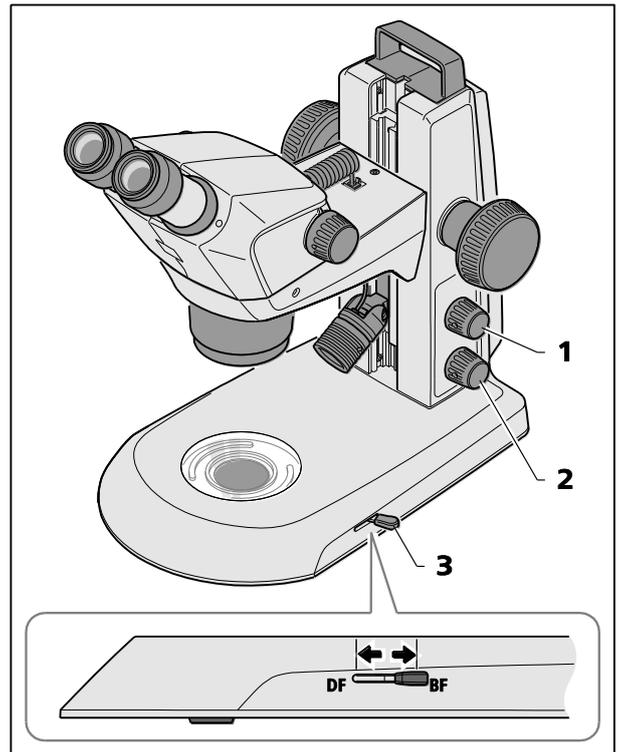

Fig. 25 Module de lumière transmise dans le statif K EDU
- Allumer la lumière transmise en appuyant sur le bouton du bas (Fig. 25/2).
- La faire varier en réglant le levier (Fig. 25/3) entre l'éclairage sur fond lumineux et sur fond sombre.
Appuyer sur le bouton du haut (Fig. 25/1) pour incorporer la lumière réfléchie (voir paragraphe 4.2 page 31).